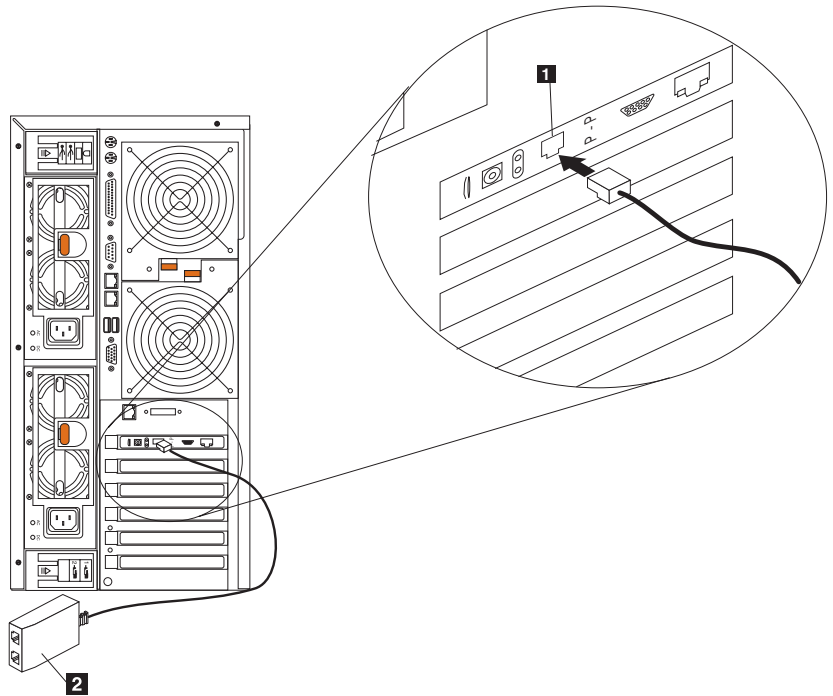
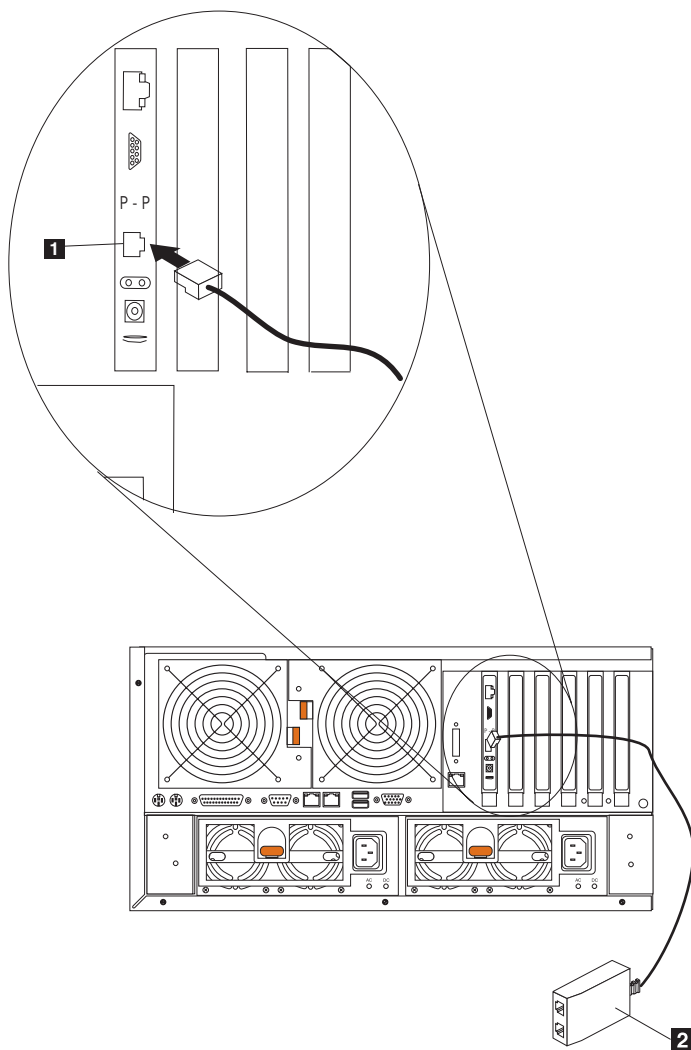

図 85. ASM 相互接続モジュールのリモート管理アダプターへの接続 (モデル 25T)
図 86. ASM 相互接続モジュールの、リモート管理アダプターへの接続 (ラック・マウントへの移行機能付きモデル 25T)
1. ASM 相互接続モジュール **2** を、リモート管理アダプター ASM 相互接続ポート **1** に接続します。このポートは、アダプターの後部パネルに *P - P* (ピアツーピア) を表します) というラベルが付いています。図 85 および 108 ページの図 86 は、モデル 25T に取り付けられたリモート管理アダプターを示しています。